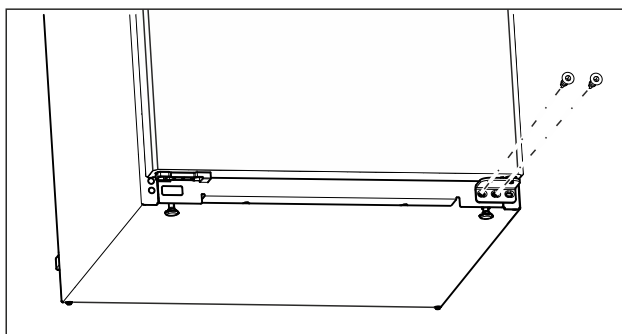

Fig. 11
- ▶ Отвийте централните винтове на долната лагерна стойка с отвертка Torx 20. (виж Fig. 11)
- ▶ Отвийте вътрешните винтове на долната лагерна стойка с отвертка Torx 20. (виж Fig. 11)